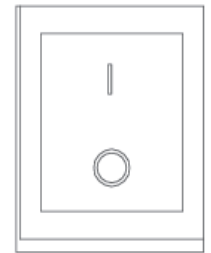

Ilustración 6.8
Nota: El conmutador de alimentación situado en la caja de la batería está en posición de apagado cuando sale de fábrica. El usuario deberá cerciorarse de encender el conmutador de encendido cuando esté realizando la carga "I" es el estado de encendido y "O" es el estado de apagado, según se muestra en la ilustración 6.8.
- Active el conmutador de alimentación que está situado en la caja de la batería y presione "I" para colocarlo en un estado de funcionamiento normal, según se muestra en la ilustración 6.8.